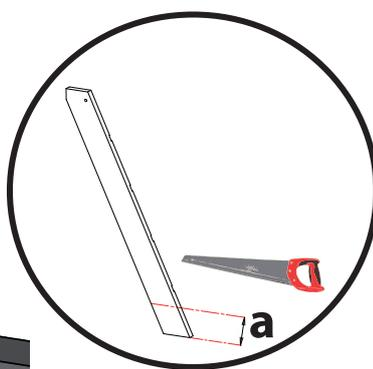

Figure 24
- Assemblez l'échelle et placez-la conformément à la figure 24.